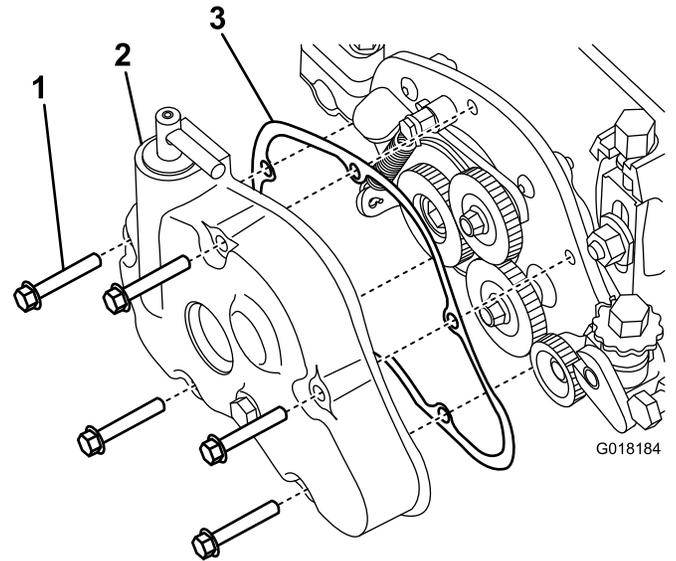

Figure 24
1. Déposez le couvercle de boîtier d'engrenages du carter du groomer, et assurez-vous que l'embrayage du groomer est engagé pour supprimer la force du ressort dans le couvercle (Figure 24).